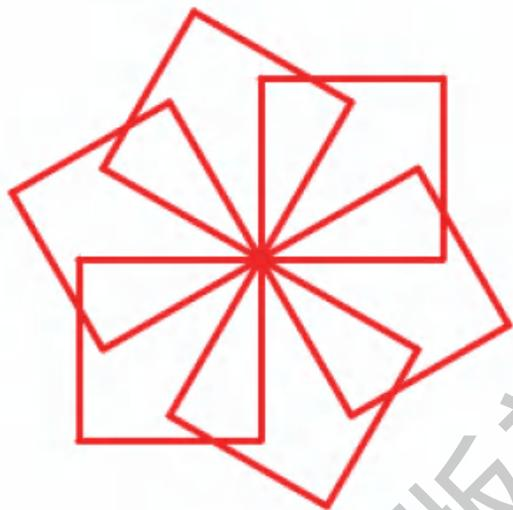

图6-13 旋转的正方形运行效果图
(1) 编写一个绘制旋转的正方形的程序，运行效果如图6-13所示。